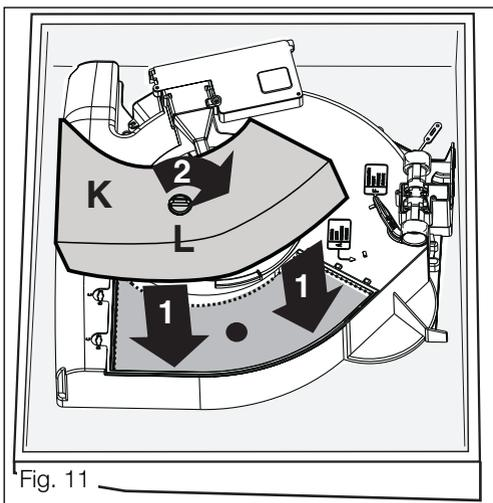

Fig. 11
- ❑ Inserir o elemento filtrante **K** no interior do respectivo vão e fixá-lo girando a manopla **L** de 90°. Fechar a tampa, fig 11